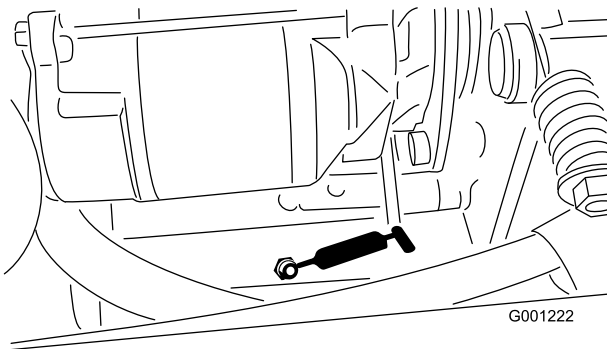

Figure 42
- Pivot de tension de PDF (Figure 42)
- Roulement arrière de PDF (Figure 42)